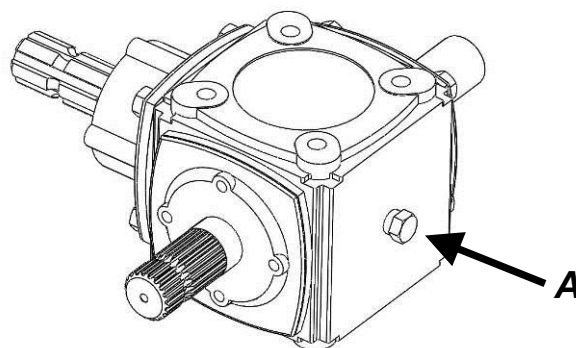

Figure 24
- ☞ La boîte d'engrenage de la turbine (Option entraînement mécanique) [figure 24, A] utilise de l'huile à engrenage A.P.I. GL5 (SAE 80W90) ou de l'huile synthétique (SAE 75W90). Contenance : 1 litre.
Changez l'huile dans la boîte d'engrenage de la soufflerie [figure 24] au début de chaque saison des semis ou d'application. Les changements de température durant la saison morte provoquent de la condensation sur les parois de la boîte d'engrenage, réduisant ainsi l'efficacité de la lubrification.
Pour vidanger l'huile, aspirez-le lubrifiant du carter de la boîte d'engrenage avec une pompe à succion manuelle. Remplir le carter avec de l'huile à engrenage A.P.I. GL5 (SAE 80W90) ou de l'huile synthétique (SAE 75W90) jusqu'à débordement par le bouchon de niveau [figure 24, **A**], environ 1 litre. Vérifiez le niveau d'huile à toutes les 50 heures; remplir au besoin.